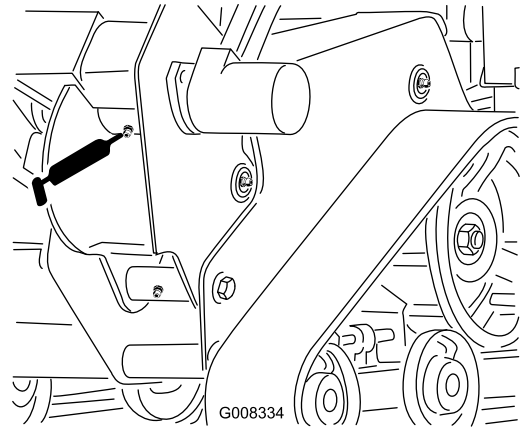

Bild 31
2. Reinigen Sie die Schmiernippel des Grabenziegerhauses mit einem Lappen und setzen Sie eine Fettpresse auf (Bild 31).